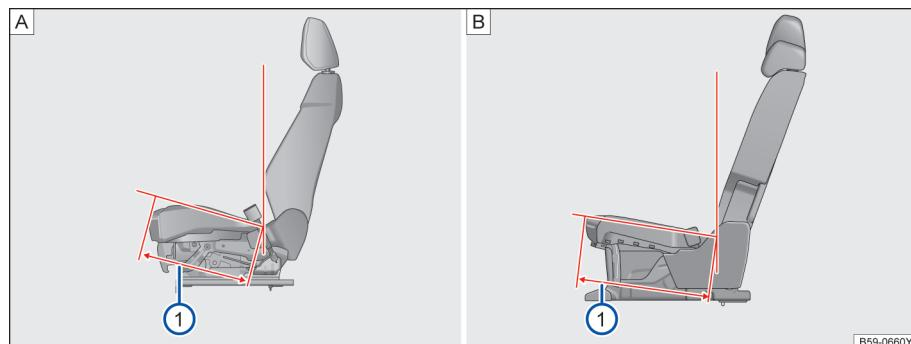

图 94 座椅坐垫深
当前排位置处于设计位置时，坐垫深 =452.6mm→图 94[A]①。
当后排位置处于设计位置时，坐垫深 =452.5mm→图 94[B]①。